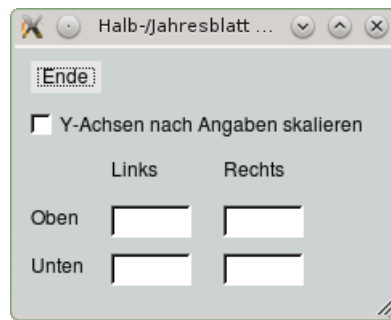

Abbildung 12.107: Einstellungen zur Skalierung der Y-Achse
- öffnet ein Fenster, mit dem Sie die Y-Achsen im Report beliebig skalieren können (↔ Abb. 12.107). Dazu geben Sie den jeweiligen oberen und unteren Y-Wert für die linke und – falls vorhanden – die rechte Y-Achse ein und wählen das Kästchen  Y-Achsen nach Angaben skalieren an.